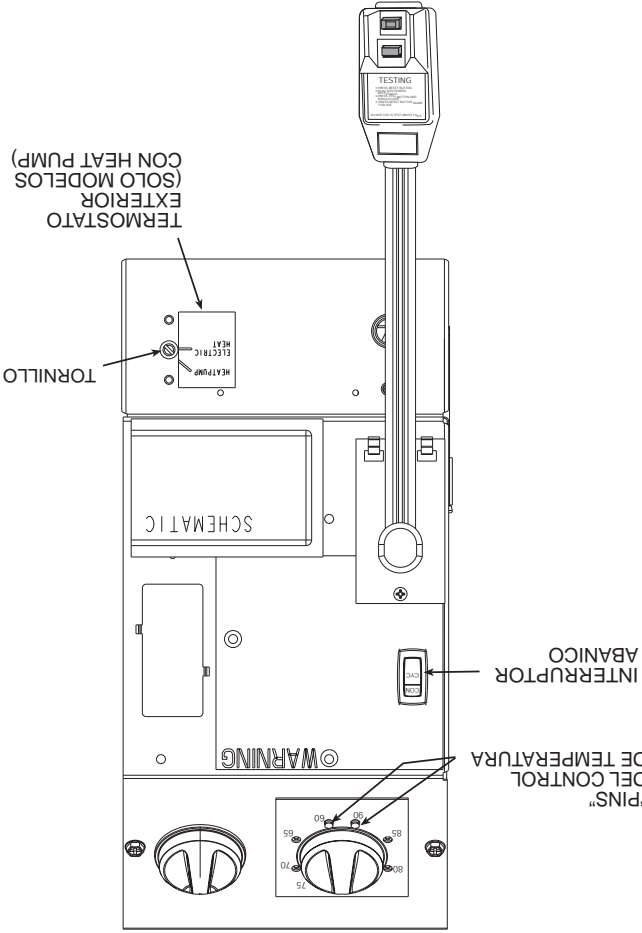

FIGURA 18 - CONTROLES DE OPERACIÓN
Los siguientes controles están localizados en el frente de la consola. Para tener acceso a los controles de operación, retirar el panel frontal de la unidad como se mostró en la página 2. Vea la Figura 18.
■ **TERMOSTATO DE EXTERIOR (SOLAMENTE PARA UNIDADES 52SQ: CICLO REVERSIBLE)** - Si el tornillo-selector se encuentra a la izquierda en la posición de fábrica (en la posición de bomba de calor) la unidad operará en ciclo inverso durante el modo de calentamiento. Vea la figura 18. Cuando la temperatura en el serpentín externo alcanza 20 F (aproximadamente 35 F de temperatura exterior), el compresor se apagará como la unidad no será adecuadamente capaz de calentar en modo "heat pump". Las resistencias eléctricas se convertirán en la fuente primaria de calor. El calentador eléctrico continuará hasta que la temperatura del serpentín externo alcance los 40 F; entonces el calentador eléctrico será apagado y el compresor energizado. Una vez que el compresor es energizado, de nuevo el sistema "heat pump" se convertirá en la fuente primaria de calor.
Para operar la unidad en el modo de calentamiento eléctrico solamente gire el tornillo-selector en sentido contrario a las manecillas del reloj. Vea la figura 18.
■ **AJUSTE DE LIMITE DE TEMPERATURA** - El ajuste de limite de temperatura en la unidad, permite restringir el rango de control de temperatura al usuario. Vea la Figura 18.